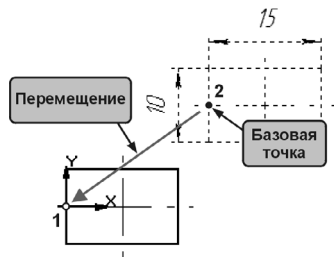

Рис. 32.6. Построение и сдвиг прямоугольника 10x15
- 1.1. Постройте на свободном месте чертежа прямоугольник размером 10x15 мм с осями симметрии. Используйте команду **Прямоугольник**. На рис. 32.6 он показан пунктирной линией. Размеры не проставляйте.